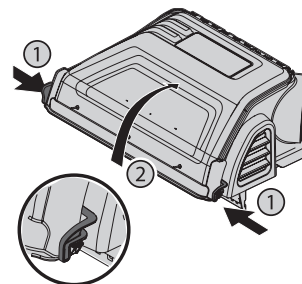

Figure 12
6. Ouvrez le capot en enfonçant les onglets arrière avec votre main (1) l'ouvrir et en soulevant le couvercle de l'autre main au centre à l'arrière du couvercle de l'ensacheuse (2), comme illustré à la Figure 12.